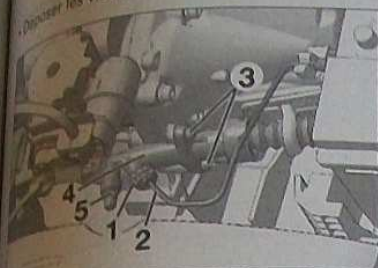

FIG. 6
- L'agrafe (1) (Fig.6).
- Le tuyau (2).
(Fig. 6).